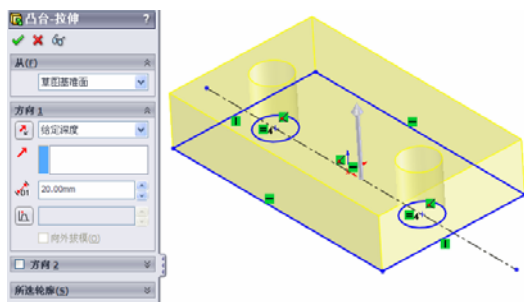

图 5-43 设置拉伸参数
⑧ 拉伸实体。单击拉伸凸台/基体按钮，设定拉伸的终止条件为：给定深度。在微调框中设置拉伸深度为 20mm，保持其他选项的系统默认值不变，如图 5-43 所示。点击确认按钮，完成底板的创建。